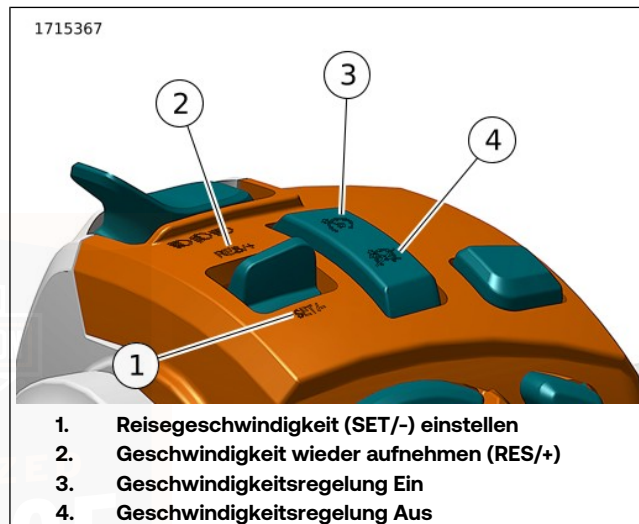

Abbildung 50. Geschwindigkeitsregelung
Siehe Abbildung 50. Den Geschwindigkeitsregelungsschalter drücken, um die Geschwindigkeitsregelung (1) einzuschalten. Wenn eingeschaltet, wird die Geschwindigkeitsregelungs-Kontrollleuchte auf dem IM ohne Geschwindigkeit in grüner Farbe angezeigt.
Siehe Abbildung 50. Wenn das Motorrad die gewünschte Geschwindigkeit erreicht hat, den Schalter SET/- herunterdrücken, um die Reisegeschwindigkeit einzustellen (2). Die eingestellte Geschwindigkeit wird nun neben der Geschwindigkeitsregelungs-Kontrollleuchte in Grün angezeigt.
Siehe Abbildung 50. Um die Reisegeschwindigkeit zu verlassen, den Gasgriff über den Abrollschalter (3) in die geschlossene Stellung drehen. Der
Siehe Abbildung 50. Wenn die Geschwindigkeitsregelung deaktiviert wurde, die Geschwindigkeitsregelungs-Kontrollleuchte aber trotzdem angezeigt wird, wird durch Drücken des Schalters RES/+ die Geschwindigkeitsregelung wiederaufgenommen (4). Das Motorrad nimmt automatisch die Geschwindigkeitsregelung mit der eingestellten Geschwindigkeit wieder auf und die Kontrollleuchte sowie die eingestellte Geschwindigkeit wechseln wieder zu grüner Farbe.